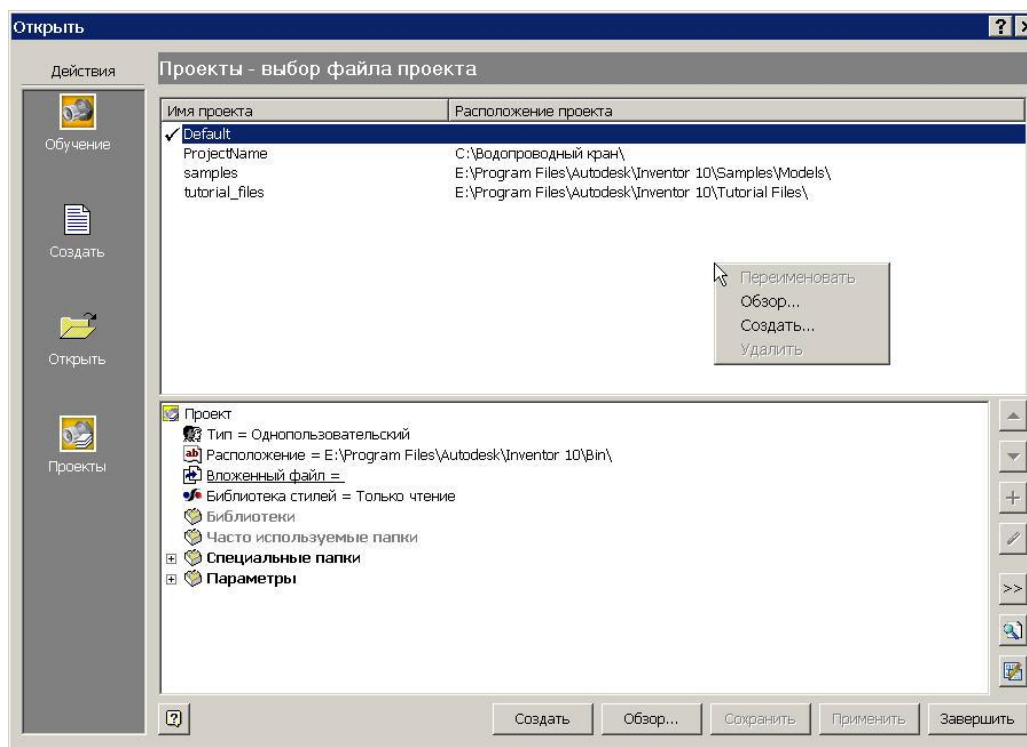

Рис. 11. Вызов контекстного меню в режиме настройки файлов проекта
**Упражнение 4.** Откройте окно **Открыть** в режиме проекты. Установите курсор в верхней половине окна и вызовите контекстное меню нажатием правой клавиши мыши (рис. 11).